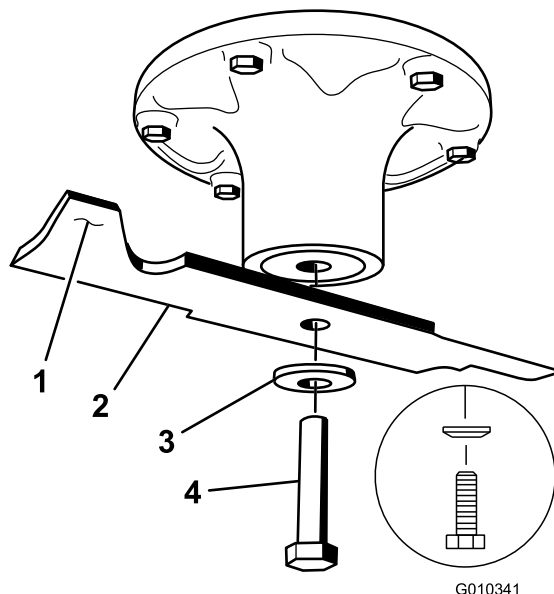

Figura 65
2. Retire del eje el perno de la cuchilla, la arandela curva y la cuchilla (Figura 65).
- Instale la cuchilla en el eje (Figura 65).
- Instale la arandela curva (con la copa hacia la cuchilla) y el perno de la cuchilla (Figura 65).